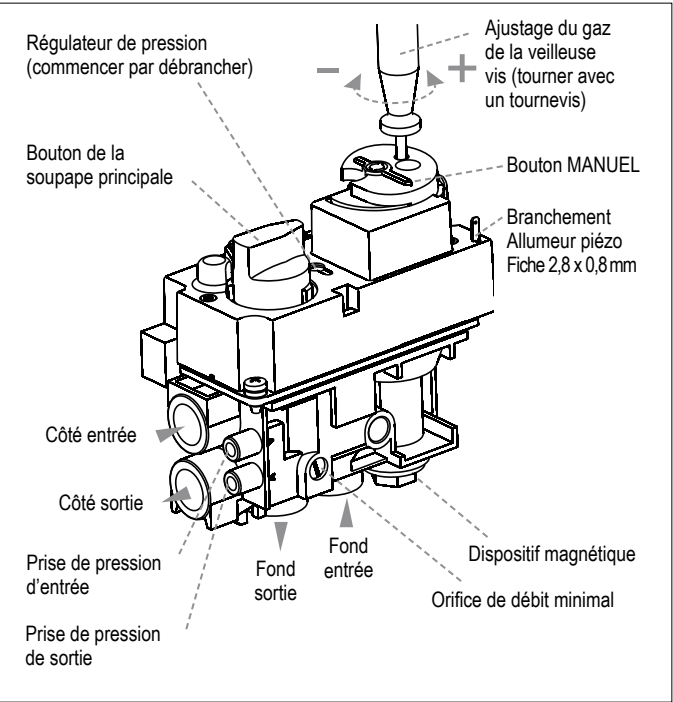

Figure 17: GV60, branchements et options d'ajustage
Les boutons de commande du gaz fonctionnent comme suit (voir figure 17):
- 1. La vis d'ajustage est accessible par un trou dans le bouton MANUEL (voir figure 17).
Les régulateurs de pression convertible sont conçus pour deux pressions avals fixes possibles, celle pour gaz naturel (NG) et celle pour le GPL (LP). Pour passer du gaz naturel (NG) au GPL (LP) ou inversement, tourner le bouchon de conversion (figure 17) dans le sens inverse des aiguilles d'une montre ↺ et l'enlever. Déclipser la pièce en plastique et la refaire coulisser dans le sens opposé jusqu'à ce qu'elle s'encliquette. Tourner le bouchon de conversion dans le sens complet des aiguilles d'une montre ↻ jusqu'il touche le fond.